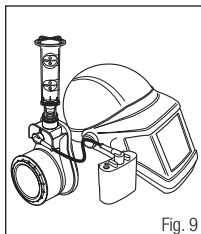

Fig. 9
- a. Adaptateur L-181 – insérer l'extrémité dans le connecteur en vinyle (Fig. 9) et maintenir le débitmètre à la verticale.